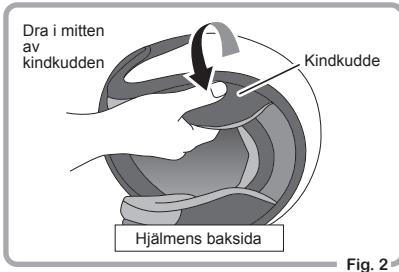

Fig. 2
- 2 Dra av en kindkudde genom att hålla i mitten av kudden som visas i Fig. 2.